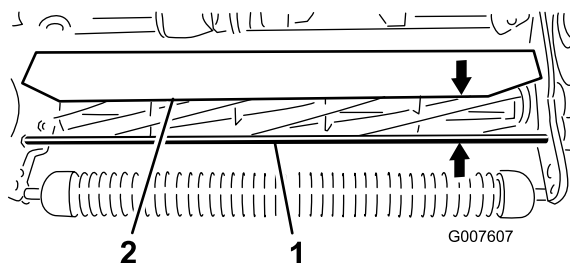

Figura 58
- Misurate la distanza tra la parte superiore dell'asta di supporto anteriore e il bordo anteriore del deflettore su ogni estremità dell'apparato di taglio (Figura 58).